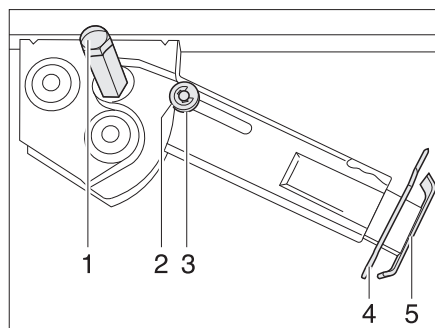

Fig. 39 Piedino di stazionamento
- Inserire la chiave a tubo nell'esagonale (Fig. 39,1) e ruotare fino a quando il piedino di stazionamento non si trova in posizione verticale verso il basso.
- Estrarre la copiglia (Fig. 39,4) dal prolungamento dell'estremità del piedino (Fig. 39,5).
- Inserire la chiave a tubo nell'esagonale (Fig. 39,1) e ruotare fino a quando il piedino di stazionamento non si stacca dal terreno.
- Spingere completamente all'interno il prolungamento dell'estremità del piedino (Fig. 39,5) e inserire la copiglia (Fig. 39,4) nel foro apposito.
- Ruotare la chiave a tubo nell'esagonale (Fig. 39,1), fino a quando il piedino di stazionamento non è sollevato verso l'alto e la guida (Fig. 39,3) è rientrata totalmente nell'intaglio (Fig. 39,2).